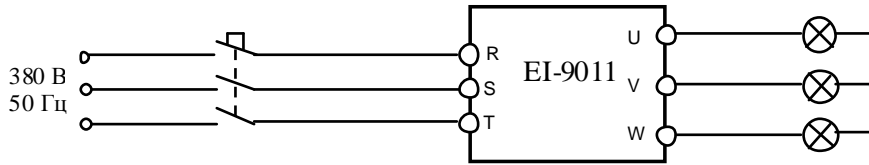

Рис. 4.19. Подключение ПЧ к сети 3ф 380В
4.14.1. Подключить три лампы (п.3.4.5.) к выходным клеммам U, V, W преобразователя частоты. Подать питание ~380 В 3Ф (рис. 4.19).